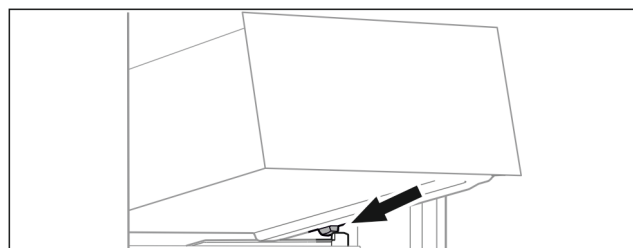

Fig. 60
- ▶ Nasadte zásuvku šikmo za zářky na žebrování na nádoby. (viz Fig. 60)